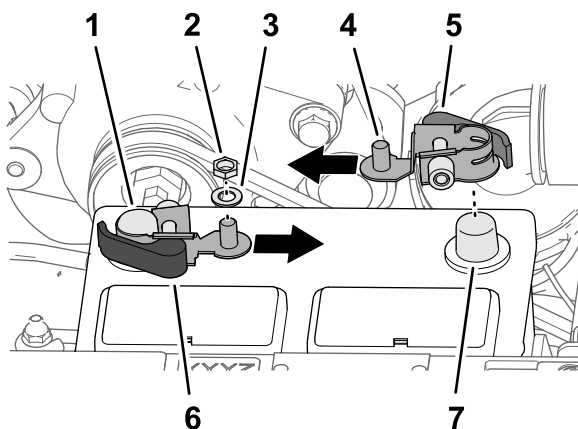

Figure 207
1. Retirez les écrous hexagonaux et les rondelles des colliers de connexion rapide à poignée rouge et noire (Figure 207).
- Assemblez le collier de connexion rapide sur la borne négative de la batterie, en dirigeant le tenon fileté du collier vers le centre de la batterie, comme montré à la Figure 207.